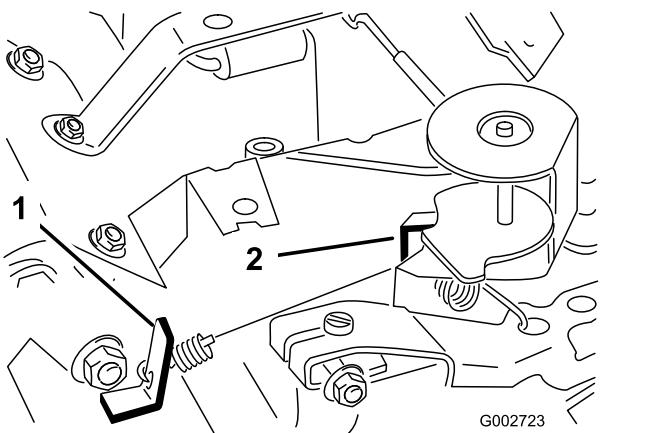

图 40
- 弯转调节怠速弹簧锚柄脚图 40 以达到 1,675 1,175 rpm 的怠速。
- 弯转高速弹簧锚柄脚图 40 以达到 3,350 3,450 rpm 的高速。